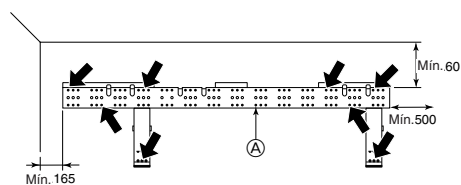

Fig. 3-4
- ▶ O dispositivo de montagem deve ser fixado nas duas extremidades e no centro, se possível. Nunca a fixe num único ponto nem de maneira não simétrica. (Se possível, fixe o dispositivo em todas as posições indicadas por uma seta escura.) (Fig. 3-4)